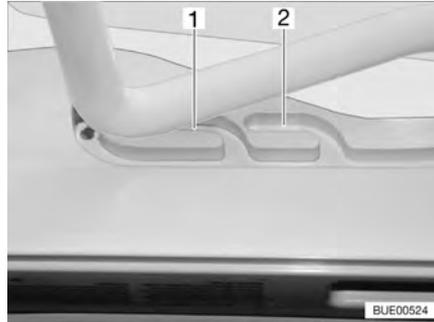
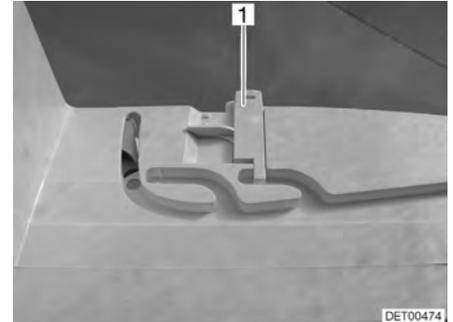

Fig. 66 Oblò Heki in posizione di ricircolo d'aria
Fig. 67 Bloccaggio della posizione di ricircolo d'aria
È possibile portare l'oblò Heki in due posizioni di ricircolo d'aria: Posizione brutto tempo (Fig. 66,1) e posizione centrale (Fig. 66,2). A seconda del modello è possibile bloccare l'oblò nella posizione centrale con il chiavistello (Fig. 67,1).
- Premere la staffa leggermente verso l'alto, spingerla nella guida selezionata (Fig. 66,1 o 2) ed eventualmente bloccarla.